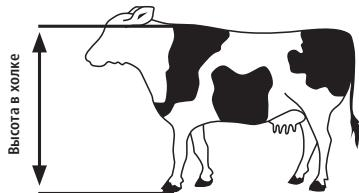

Рисунок 3
**Монтажная высота: См. Рис. 3 + 4**